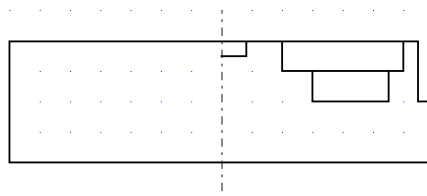

図13 SL動輪課題の一部（正面・断面図）
■レイヤの追加と外形線の描画 図13のSL動輪課題の一部を用いて説明します。正面図の右半分にハッチングをかけ，断面図として描きましょう。まずページ管理の下方にあるレイヤに関する設定  で， を選び，レイヤを増やします。